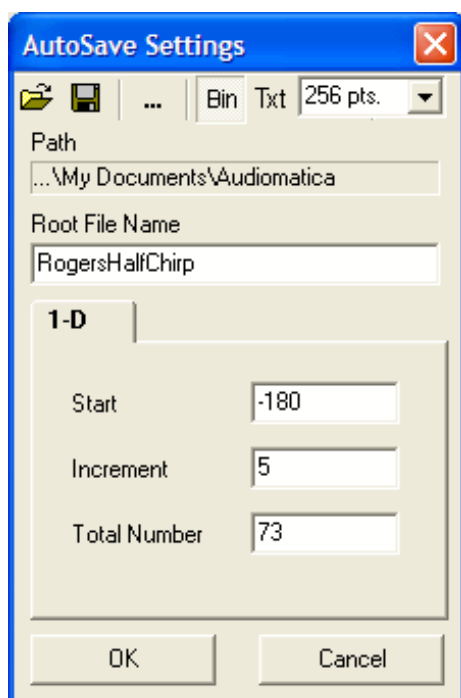

Figure 12.11
Si comincia impostando la funzione di autosave (consultare anche 5.3). Premendo **Alt-F2** si richiama la finestra di dialogo Autosave Setting (fig.12.11); qui si inseriscono il nome del file desiderato ('RogersHalfChirp'), il valore di start ( $-180$ ) l'incremento (5) ed il numero totale di misure (73).